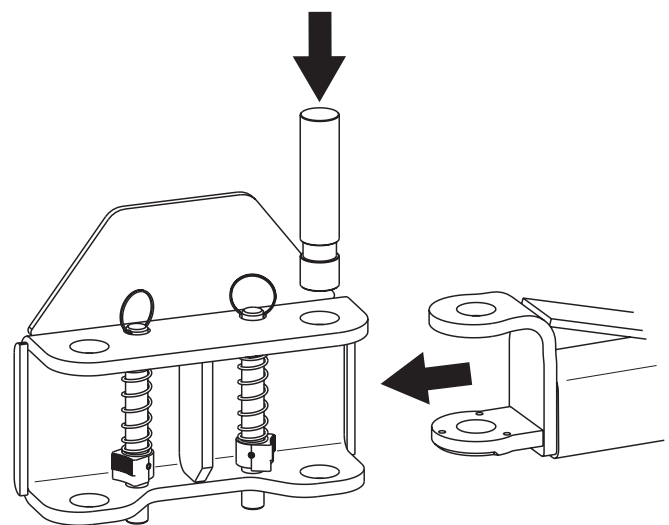

Fig. 17a
17. Brazos y Sujeciones: Antes de instalar los brazos, levante los carros a una altura cómoda. Engrase los pasadores y orificios del brazo giratorio con grasa de litio. Deslice el brazo en la unión, Fig. 17a. Instale los soportes del brazo de 1-3/4" de diámetro, Fig. 17a.